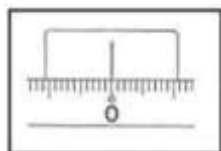

Рис.15
- 2) Наведитесь на точку А и вращайте лимб "8" до совмещения индекса с отсчетом 0° (Рис.15).